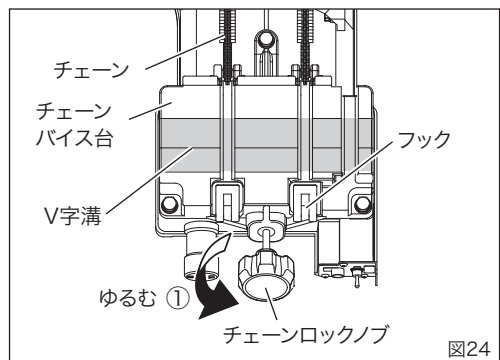
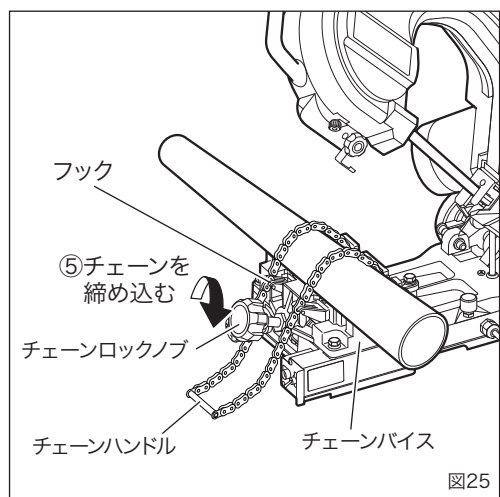

図24
図25
(図24～図25)
①チェーンロックノブを反時計方向に回し、フックを最上部まで上げてください。(図24)
②チェーンを奥のへこみに置いてください。(図24)
③チェーンバイス台のV字溝に切断材料を乗せてください。(図24)
④チェーンハンドルを持ってチェーンを引っ張り、フックに掛けてください。(図25)
⑤チェーンロックノブを時計方向に回し、チェーンをしっかりと締め込み、切断材料を固定します。(図25)